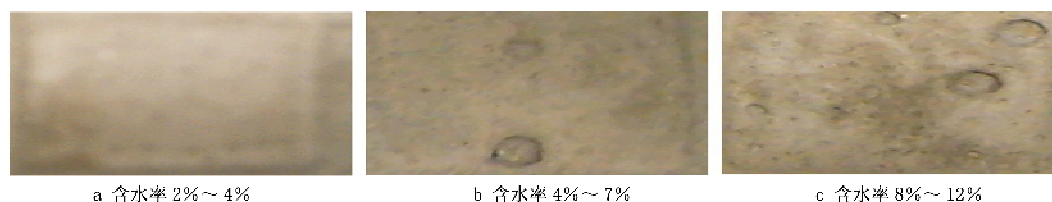

图 5 用单组分胶水粘贴、14 d 后的实验结果
3.2 用单组分胶水粘贴、14 d 后的实验结果(见图 5)